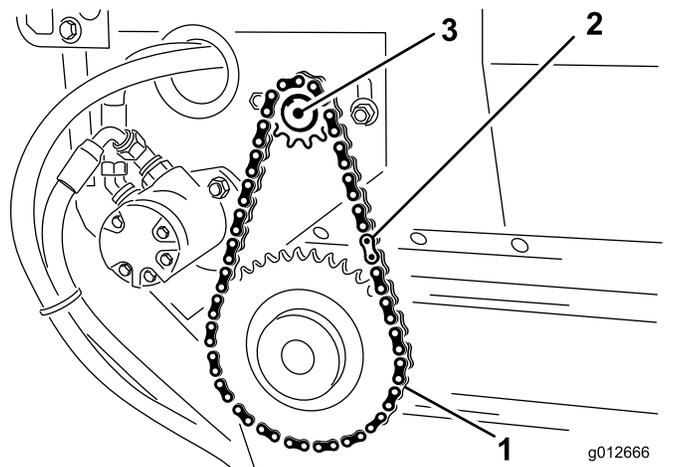

Figura 33
1. Monte a correia na pequena roda motora e prenda a correia com o elo principal (**Figura 33**).